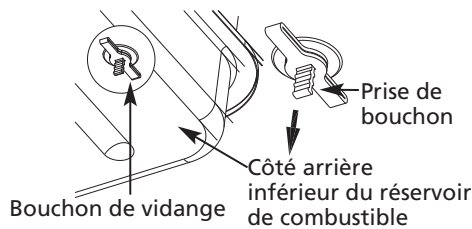

Figure 8 – Enlèvement du bouchon de vidange
1. Enlever le bouchon de vidange du côté arrière inférieur du réservoir de carburant en tirant la prise vers le bas et vidanger. Voir la Figure 8, page 7.